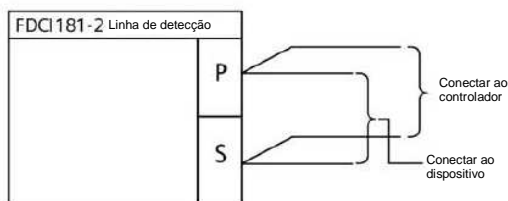

Fig. 4.3.4
1. Conecte os cabos aos terminais de acordo com a Fig. 4.3.4. e 4.3.5.